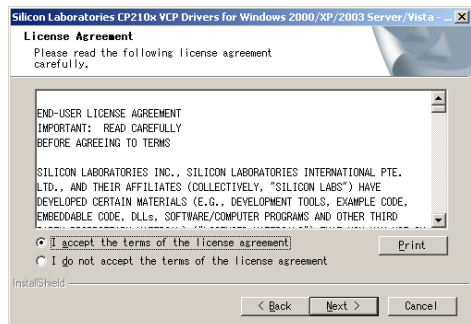

図4. USBドライバのインストール画面2
- ③ 「I accept...」を選んで次に進みます(図4)。